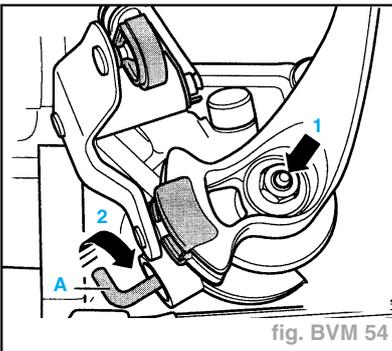

fig. BVM 54
- Bloquer l'arbre de changement de vitesse comme suit (fig. BVM 54) :
- pousser l'arbre de changement de vitesse vers le bas (sens de la flèche (1)),
- en poussant l'arbre de changement de vitesse vers le bas faire tourner la pièce coudée (1) dans le sens de la flèche (2).
- Ramener maintenant la pièce coudée (A) vers la position de départ (sens inverse de la flèche) (fig. BVM 54).